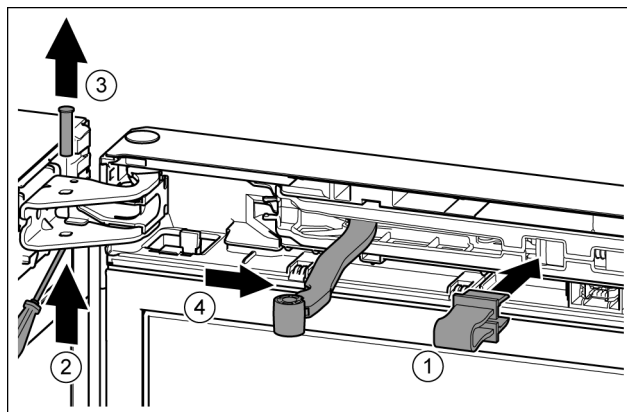

Fig. 11
- ▶ Borging in de opening klikken. Fig. 11 (1)
- ▶ Bout met schroevendraaier eruit schuiven. Fig. 11 (2)
- ▶ Bout vanaf de bovenkant eruit halen. Fig. 11 (3)
- ▶ Scharnier in de richting van de deur draaien. Fig. 11 (4)